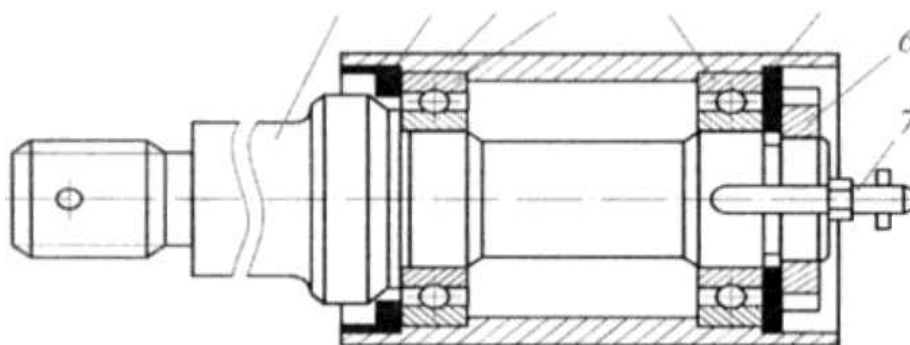

Рис. 1. Натяжной ролик:
**Составьте операционную карту сборки (рис. 1) натяжного ролика**